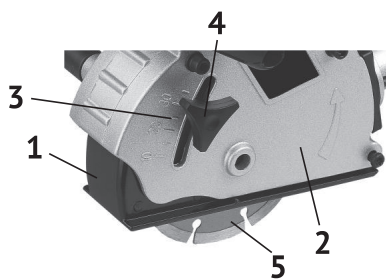

рис.4
2.2.2 Установка глубины реза (см. рис. 4)
- ослабить винт фиксации глубины реза (рис.4 поз.4);
- установить подошву (рис.4 поз.1) на необходимую глубину, по шкале (рис.4 поз.3) на кожухе (рис.4 поз.2);